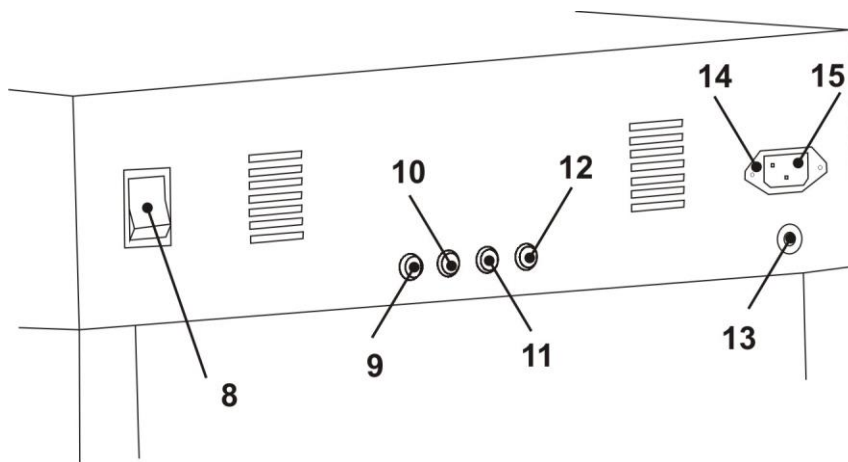

Рис. 2
- ПОМНИТЕ!** Надставки устанавливаются на лотки только на период вывода птицы, при этом поворотная система выставляется в горизонтальное положение и клавиша ВКЛ/ВЫКЛ поворота должна находиться в положении ВЫКЛ. (Рис.2 поз.8)
- клавиша «ПОВОРОТ» (вкл/выкл); (Рис.2 поз.8)
- 6.6. Подключение к инкубатору аккумулятора производить с помощью 2-х проводов (Рис.2 поз.14), плюсовой провод находится справа (Рис.2. поз.15). (Входит в комплект).